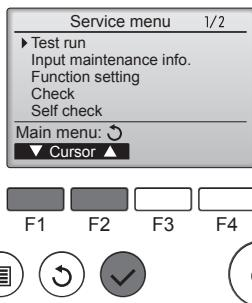

Fig. 7-3
③ Selecione "Test run" (Testar funcio.) com o botão [F1] ou [F2] e prima o botão ④. (Fig. 7-3)